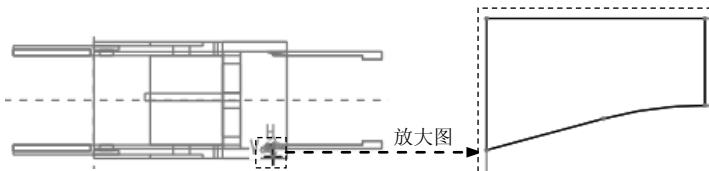

图 19.26 截面草图
(4) 进入草绘环境后，选取**MOLD_FRONT**基准平面和**MAIN_PARTING_PLN**基准平面为草绘参考，绘制图 19.26 所示的截面草图。完成特征截面的绘制后，单击“草绘”操控板中的“确定”按钮 。